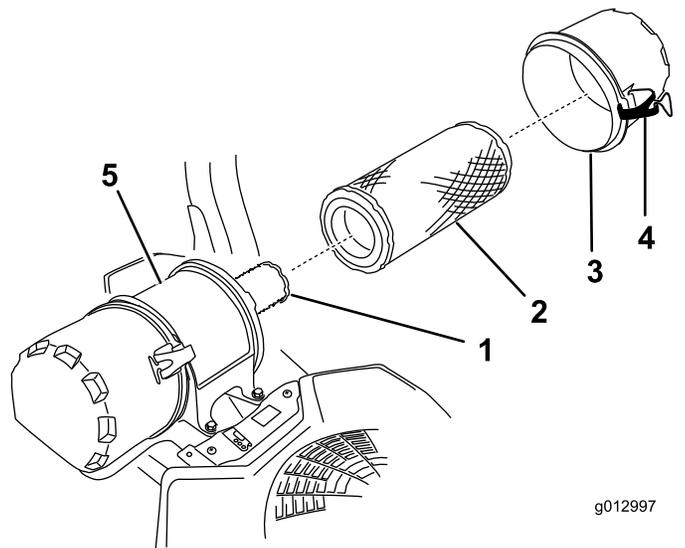

Figure 44
- Ouvrez les dispositifs de verrouillage du filtre à air et détachez le couvercle du boîtier du filtre (Figure 44).
- Sortez le préfiltre du boîtier du filtre avec précaution (Figure 44).
- Si vous remplacez l'élément intérieur, insérez-le avec précaution dans le boîtier du filtre (Figure 44).
- Placez ensuite le préfiltre sur l'élément intérieur avec le même soin (Figure 44).
- Remettez en place et verrouillez le couvercle du filtre à air (Figure 44).